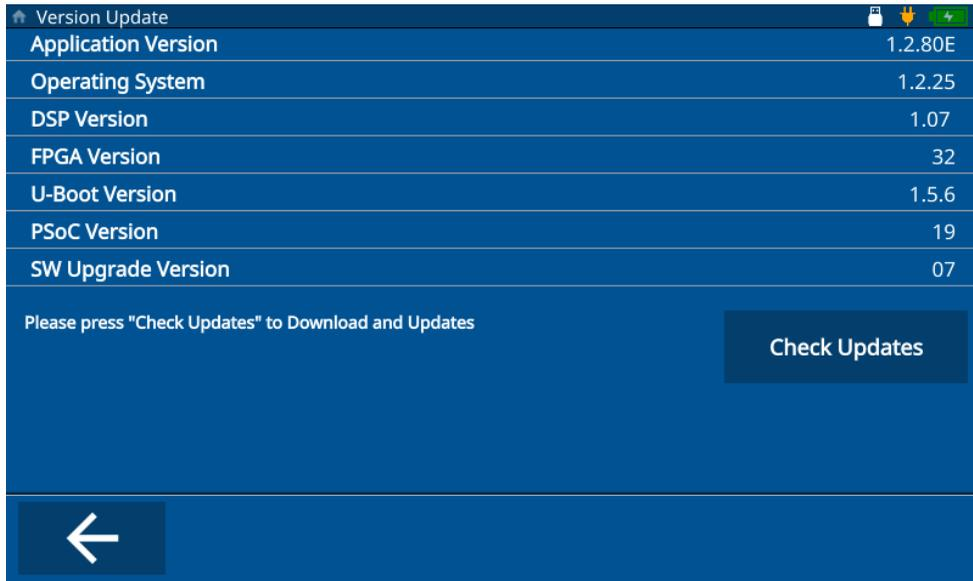

Abbildung 9-1 Version Update Fenster
6. Das Gerät zeigt die aktuelle Softwareversion auf dem Bildschirm an. Wählen Sie auf **Check Updates** (Auf Updates überprüfen) [siehe Abbildung 9-1 auf Seite 84].